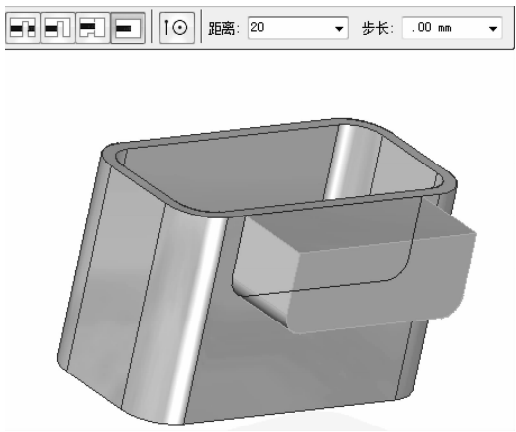

图 7-11 拉伸深度
(2) 草图绘制完成后单击  【确定】按钮，程序自动弹出拉伸范围功能菜单，如图 7-11 所示。拉伸范围为【指定深度】，范围数值输入【20.00mm】，按 Enter 键确认输入。